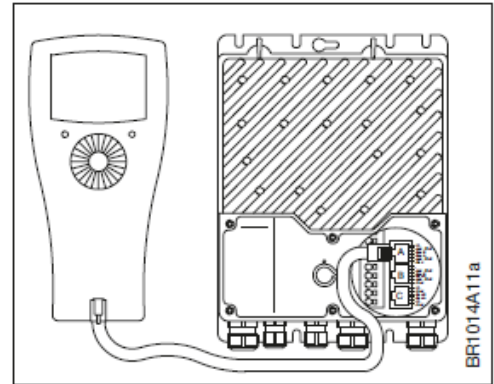

Abbildung 4-1:
- An die NI-DV-Baureihe kann ein Handterminal, Typ OJ-DV-Hterm, angeschlossen werden, und zwar an Modbus-RJ12-Steckbuchse „A“. Siehe Abb. 4-1.